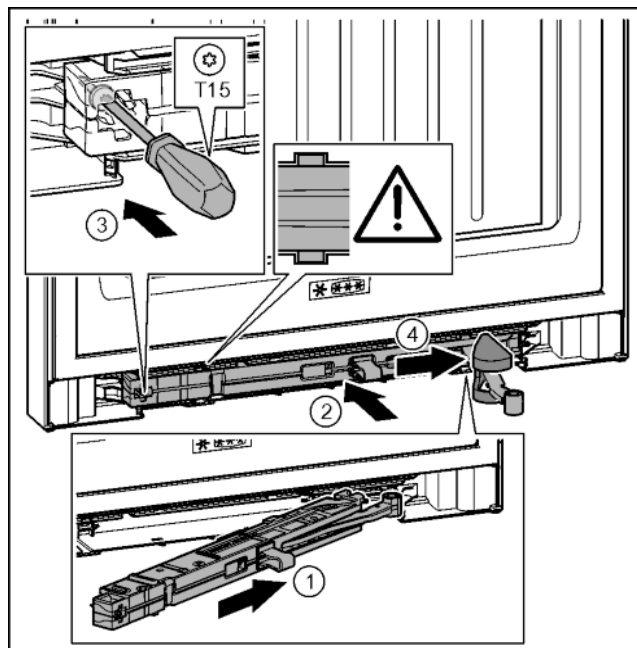

Fig. 37
- ▶ Вставить узел амортизатора со стороны опорного кронштейна в выемку до упора под наклоном. Fig. 37 (1)
- ▶ Полностью вставить узел амортизатора в выемку. Fig. 37 (2)
- ▷ Узел размещен правильно, если ребро узла амортизатора находится в направляющей. Fig. 37 (3)
- ▶ Затянуть винт отверткой T15. Fig. 37 (3)
- ▶ Переместить крышку над шарниром. Fig. 37 (4)